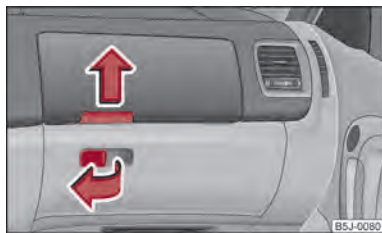

Fig. 63 Plancia: Vani portaoggetti lato passeggero
- Tirare la maniglia sullo sportello nel senso indicato dalla freccia ⇒ fig. 63 e aprirlo.